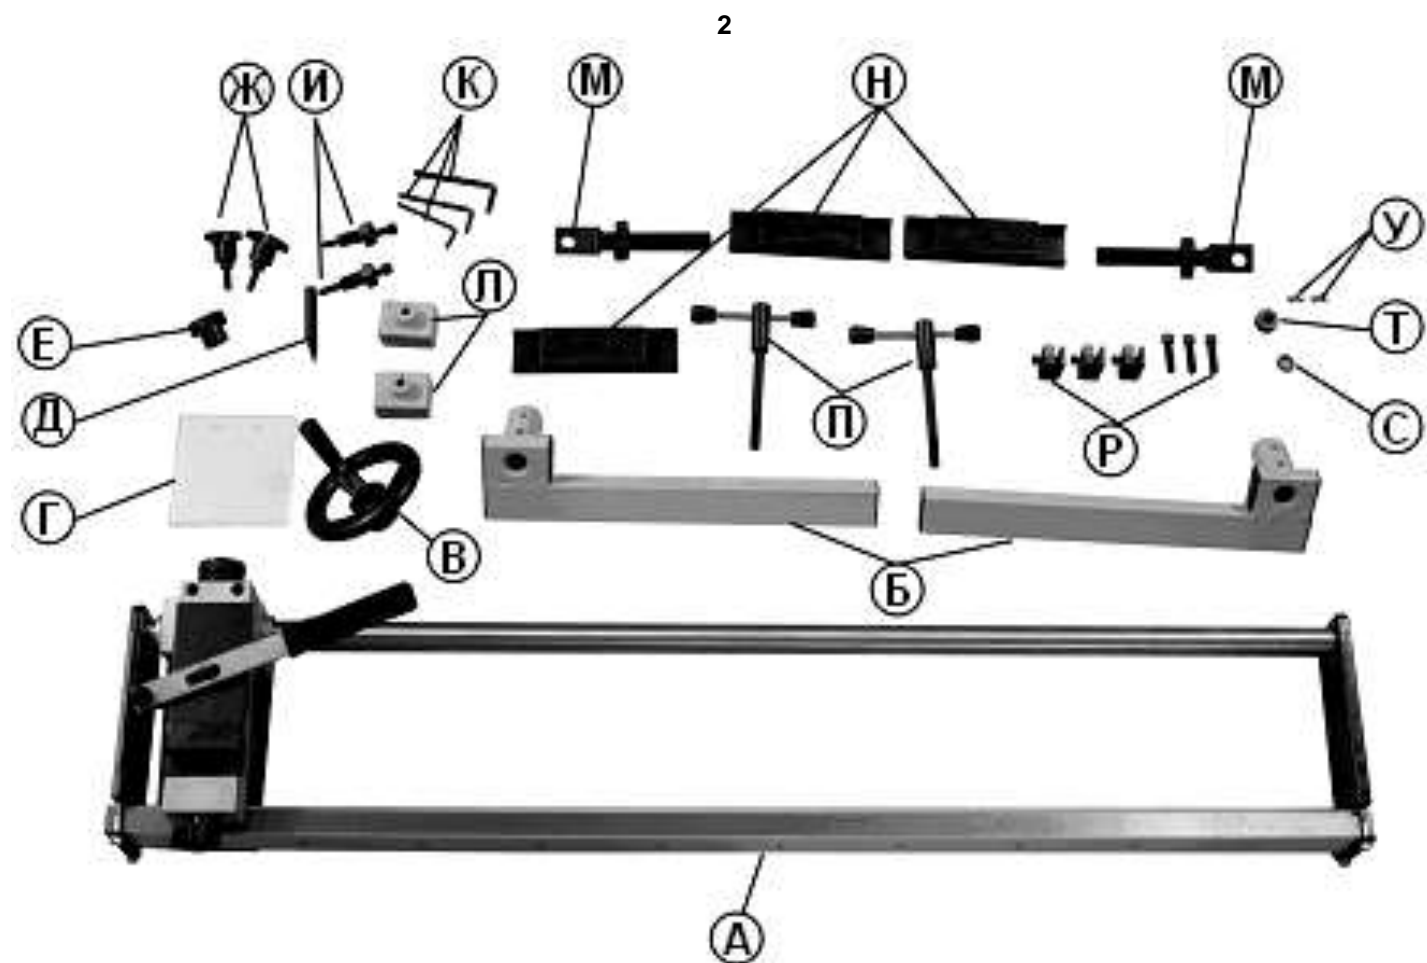

Рис.1
3.1. В комплект поставки (Рис.1) входит:
(В комплекте поставки одна планка зажимная (Н) и втулка (Т), Рис.1, предназначены для крепления приспособления на наклонной задней части станины токарной машины).
6.1. Приспособление (А), Рис.1, поставляется в собранном виде, но его необходимо установить на токарной машине.